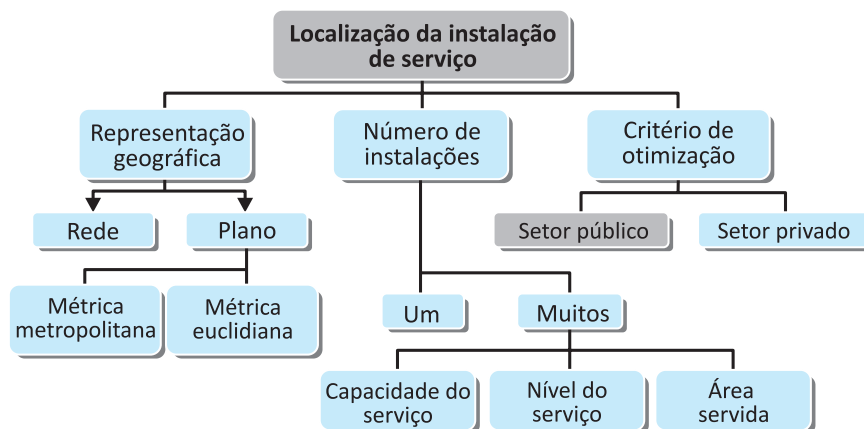

Figura 9: Classificação dos aspectos de localização das instalações de serviços
1. Observe a Figura 9 e descreva sobre a localização das instalações de serviço, focando no setor público. Mostre quais são os indicadores e métodos aplicados para o seu trabalho.